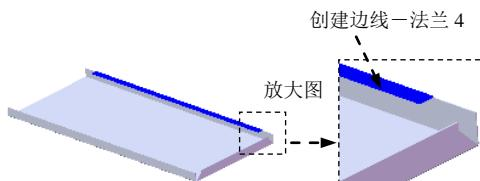
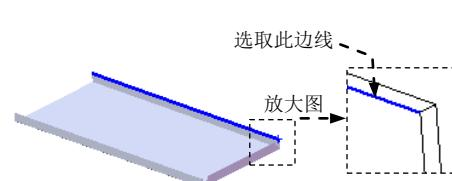

图 17.6.8 创建边线一法兰 4
图 17.6.9 定义特征的边线
Step5. 创建图 17.6.8 所示的边线一法兰 4。
- (1) 选择命令。选择下拉菜单 **插入(I)** → **钣金(B)** → **边线法兰(E)...** 命令，系统弹出“边线法兰”对话框。
- (2) 定义特征的边线。选取图 17.6.9 所示的模型边线为生成的边线法兰的边线。
- (3) 定义法兰参数。在 **角度(G)** 区域的 **文本框** 中输入角度值 90.0。在“边线法兰”对话框 **法兰长度(L)** 区域的下拉列表中选择 **给定深度** 选项，在 **文本框** 中输入深度值 8.0。在此区域中单击“内部虚拟交点”按钮 。在 **法兰位置(N)** 区域中，单击“折弯在外”按钮 .
- (4) 单击 按钮，完成边线法兰 4 的创建。